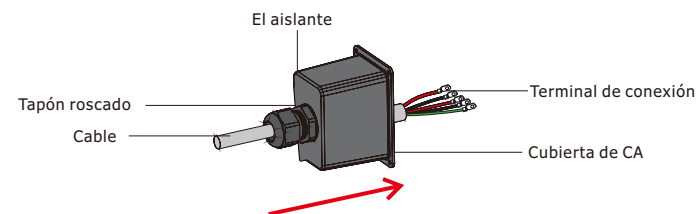

Figura 4.3-4 El cable de CA pasa a través de la cubierta del terminal.
Paso 2. Utilizando los terminales de la caja de accesorios, pase el cable de CA a través de la cubierta del terminal. Véase la figura 4.3-4.